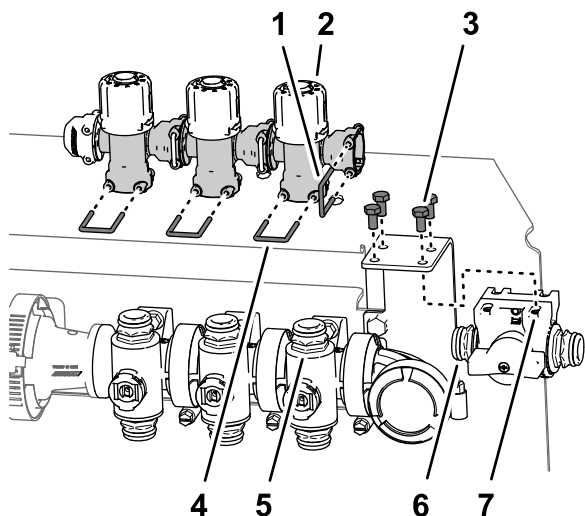

Bild 49
1. Entfernen Sie die vier Schrauben (6 mm x 12 mm), mit denen das Überlauf-Absstellventil an der Ventilstützhalterung befestigt ist (Bild 49).
2. Entfernen Sie den Halter, mit dem das Überlauf-Absstellventil am Sicherheitsventil für das rechte Auslegerabschnittventil befestigt ist, und nehmen Sie das Absstellventil ab (Bild 49).
- Entfernen Sie die drei Halter, mit denen die drei Sicherheitsventile an den drei Verteilerventilen befestigt sind (Bild 49).
- Heben Sie die drei Sicherheitsventile von den drei Schnellkupplungen der Verteilerventile ab (Bild 49).